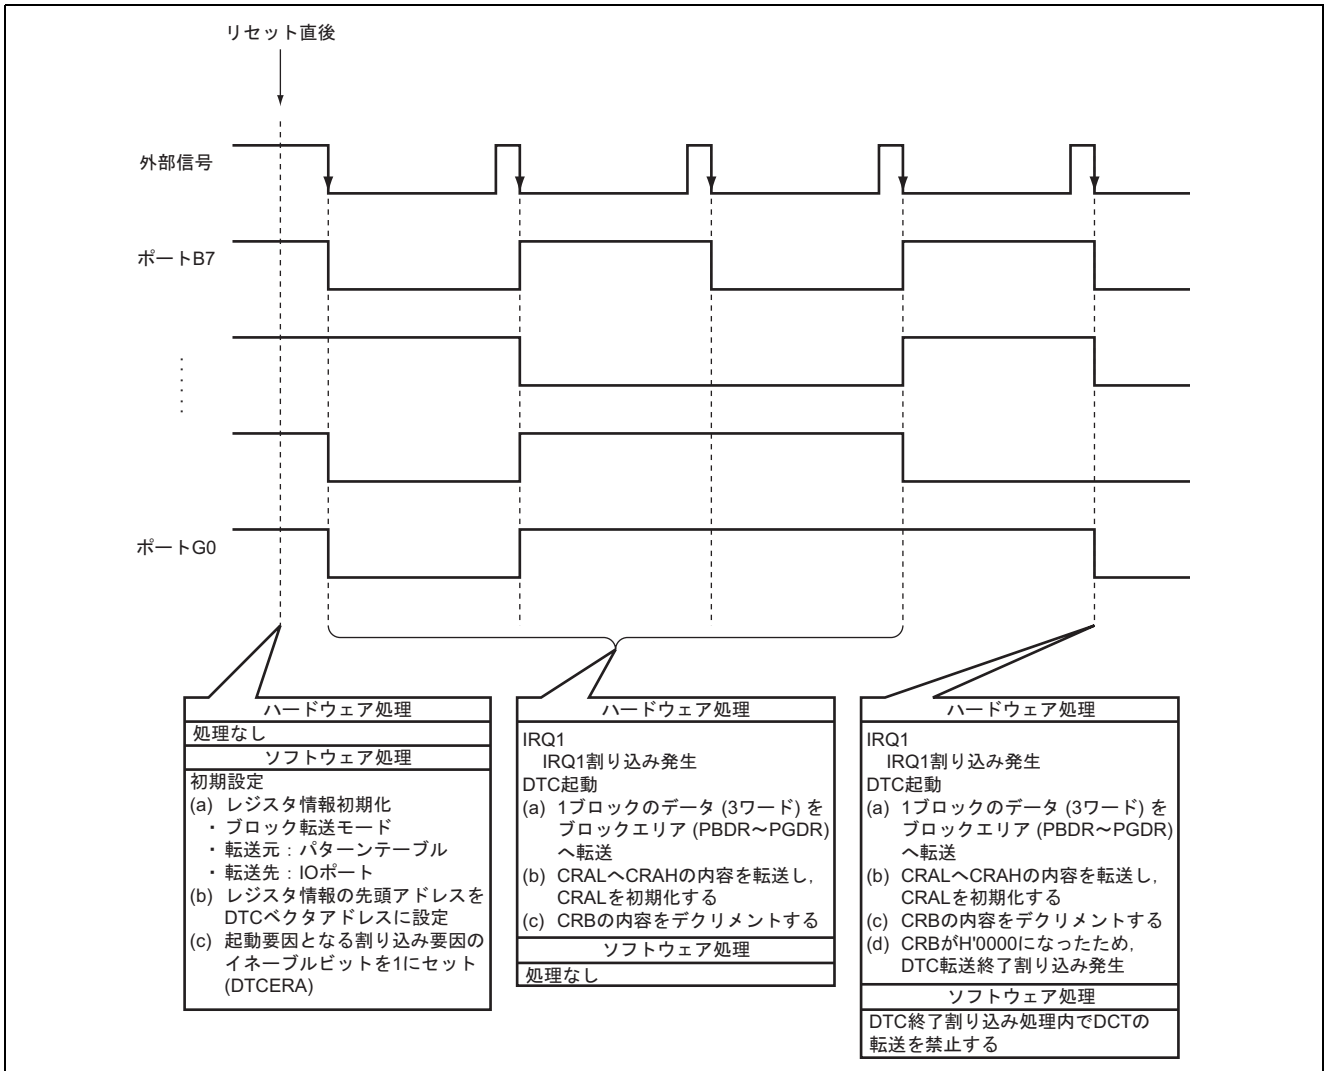

図4 ブロック転送動作原理
(1) 図4にDTCを使用した場合の動作原理を示します。図4に示すタイミングでハードウェア処理およびソフトウェア処理を行い、ブロック転送を実行します。